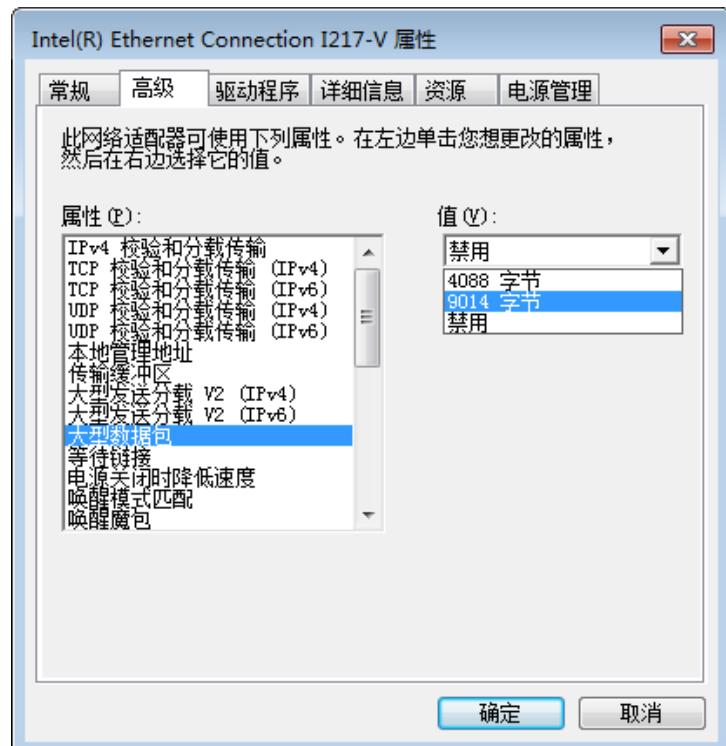

图3-3 网卡高级属性
- 依次点击控制面板→网络和 Internet→网络和共享中心→更改适配器配置，选择对应的网卡，打开属性中的高级菜单，本地网卡大型数据帧设置为 9014 字节，传输缓冲区和接收缓冲区均设置为 2048，中断节流率设置为极值。具体设置如图 3-3 所示。